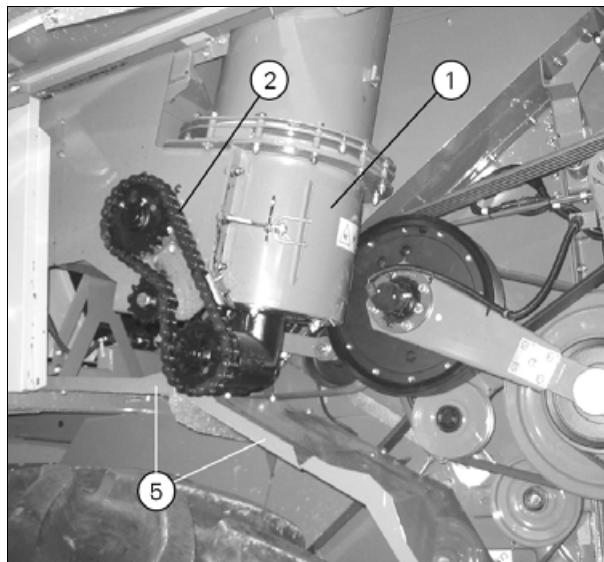

Рис. 13.
3. Переведите вертикальный шнек в положение, указанное на рисунке (A). Чтобы шнек не выскользнул, вставьте деревянный брусок между лопастью шнека и наружным фланцем в трубе шнека.
5. Снимите защитный кожух (*рис. 13*).